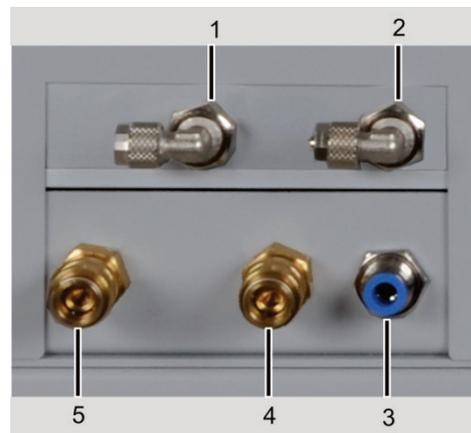

Bild 28 Gas- und Kühlwasseranschlüsse
- 5 Gas- und Kühlwasseranschlüsse (siehe Bild 28)